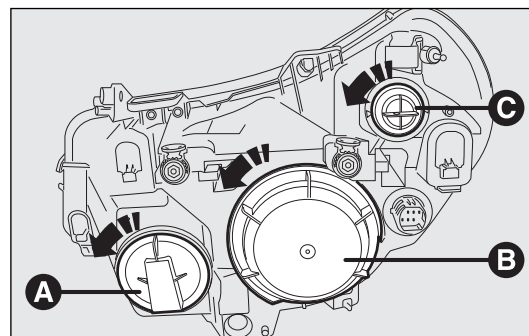

fig. 186
Para sustituir la bombilla de las luces de carretera hay que quitar el tapón A-fig. 186.
Para sustituir la lámpara de las luces de cruce/ posición, quitar el tapón B-fig. 186.
Para sustituir la lámpara de los intermitentes, quitar el portalámparas C-fig. 186.
- retirar la tapa de protección B-fig. 186 girándola hacia la izquierda;
- volver a montar la tapa de protección B-fig. 186 girándola hacia la derecha y asegurándose de que quede bien bloqueada.
- retirar la tapa de protección A-fig. 186 girándola hacia la izquierda;